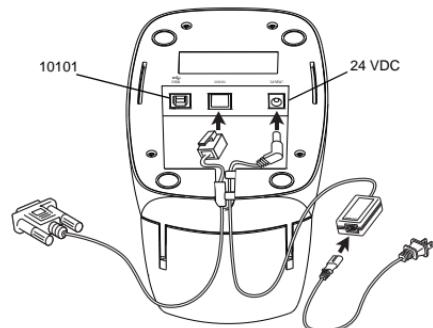

Abbildung 24
- 1 Stecken Sie das Ende des seriellen Kabels mit der RJ11-Steckverbindung in die serielle Schnittstelle an der Unterseite des Druckers. Siehe Abbildung 24.